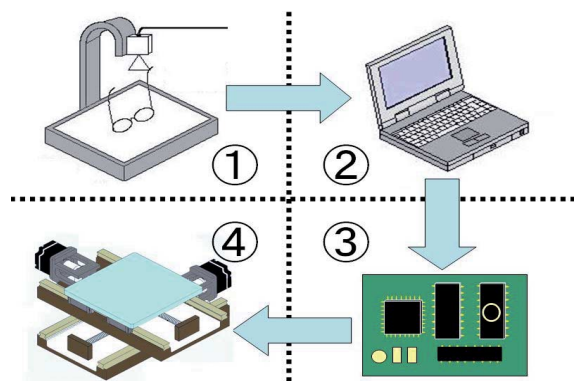

図3 自動加工装置の構成
今回開発した自動加工装置は図3のような構成です。①USBカメラで撮影したレンズの型紙から②パソコンによる画像処理によって切削部分を抽出します。得られたデータから③コントローラを介して④X-Yテーブルを制御します。